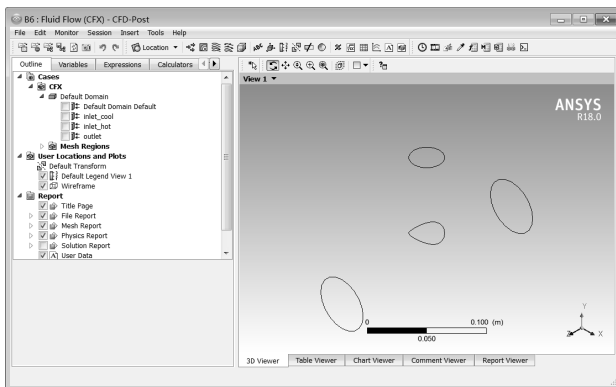

图 17-32 后处理界面
Step1：返回 Workbench 主界面后，双击项目 B 中的 B6 (Result) 栏，此时会出现如图 17-32 所示的 CFD-Post 平台。